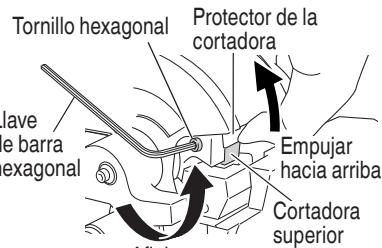

Fig. 36
- (1) Usando la llave de barra hexagonal incluida, retire el perno de cabeza hexagonal y, luego, retire las cortadoras superior e inferior. (Fig. 36, 37)